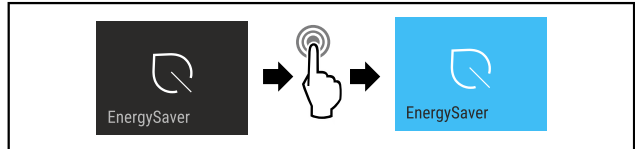

Fig. 15
- ▶ Провести етапи операцій (див. Fig. 15).